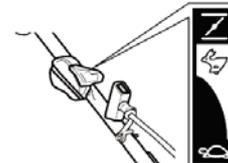

Fig. 23
1. Régler le levier d'accélération (29) en position  lors du démarrage du moteur (Fig. 23).
2. Placer le levier d'accélération (29) sur  pour augmenter la vitesse du moteur. Déplacer le levier d'accélération complètement vers  pour une coupe optimale.
3. Placer le levier d'accélération (29) vers  pour diminuer la vitesse du moteur.